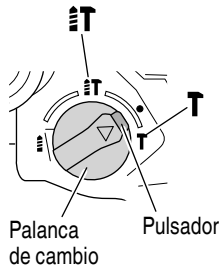
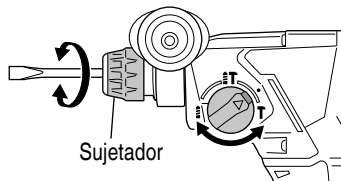

Fig. 24
Fig. 25
- (1) Montar la punta rompedora o cortafíos.
- (2) Presionar el pulsador y colocar la palanca de cambio en medio de la marca **T** y la marca **T** (Fig. 24). Se desbloquea la rotación, girar el sujetador y ajustar el cortafíos en la posición deseada (Fig. 25).